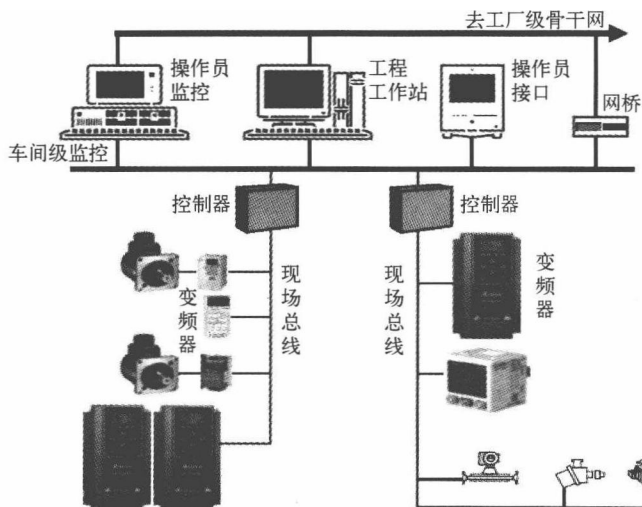

图 1-3 变频器在现场总线的应用
(3) 网络化与智能化。尽管目前变频器单独适用的场合仍占多数,但作为工业生产过程中一个重要执行单元,变频器具有网络化运行的能力将成为工业自动化的趋势。目前,许多变频器厂商的新产品都具有网络连接能力,通过选件形式支持多种现场总线,通过 PC 方便地完成频率设定、参数设置、工作状态给定及在线监测、系统维护、远程诊断等工作。变频器在现场总线的应用如图 1-3 所示。